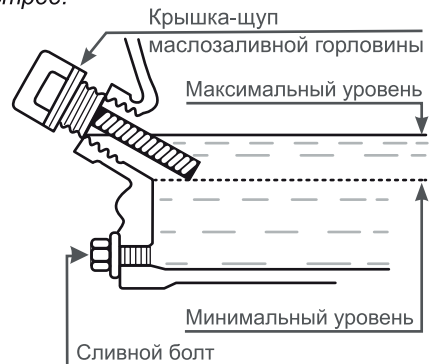

Рис. 20 Замена моторного масла
3. Извлеките крышку-щуп (Рис. 20) из маслозаливной горловины.
- Открутите (Рис. 20) сливной болт и слейте отработанное масло в подготовленную для этого емкость.